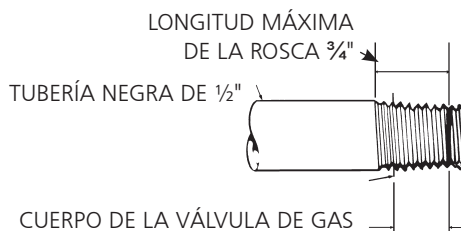

Figura 2. Requisitos de la conexión de la válvula de gas
- Las roscas machos de la tubería que se instalarán en la válvula de gas deben cumplir con los requisitos de la Figura 2. Las roscas más largas que las que se muestran en la figura podrían hacer que la válvula de gas se deforme y funcione mal.
Cuando se mantiene una presión de gas más alta que la máxima recomendada en la tubería principal de gas, se debe instalar otro regulador antes que el calentador. Consulte la Figura 2 para obtener información sobre la presión máxima permitida para el modelo y el gas indicados.